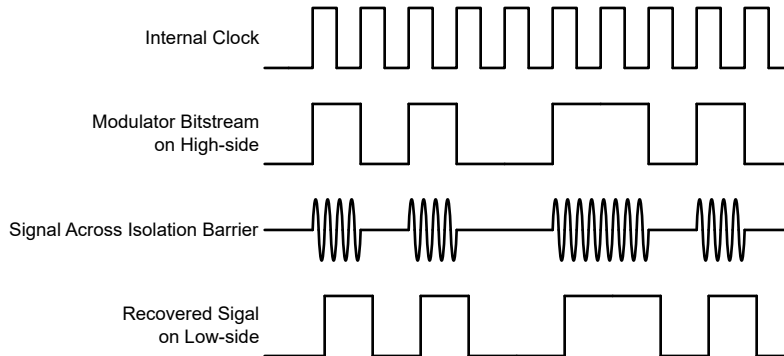

図 7-1. OOK ベースの変調方式
図 7-1 に示されているように、AMC0381D-Q1 は、オン / オフ キーイング (OOK) 変調方式を使用して、変調器の出力ビットストリームを、SiO2 ベースの絶縁膜間で伝送します。送信ドライバ (TX) をに 機能ブロック図 示します。TX は、内部で生成された高周波キャリアを絶縁バリア越しに送信し、デジタル 1 を表現します。ただし、TX はデジタル 0 を表す信号を送りません。AMC0381D-Q1 で使用されるキャリアの公称周波数は 480MHz です。